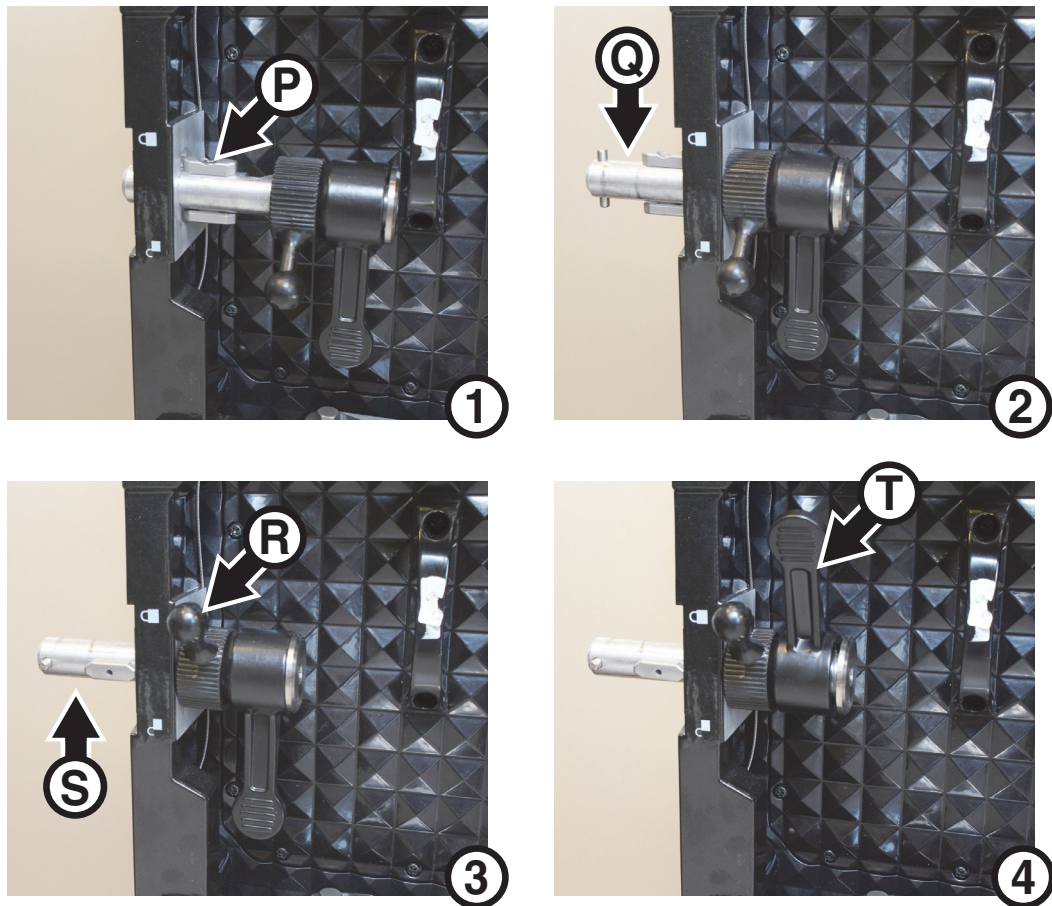

Bild 16: Waagrechte Verbindung zweier Panels
3. Siehe Bild 16. Richten Sie zwei angrenzende Panel zueinander aus. Schieben Sie den Riegel **P** seitlich aus dem Panel in die Bohrung **O** des angrenzenden Panels. Beachten Sie die Lage des Riegels, er muss sich in Stellung **Q** (siehe Photo **2**) befinden. Das zweite Panel ist aus Gründen der Übersichtlichkeit nicht dargestellt.